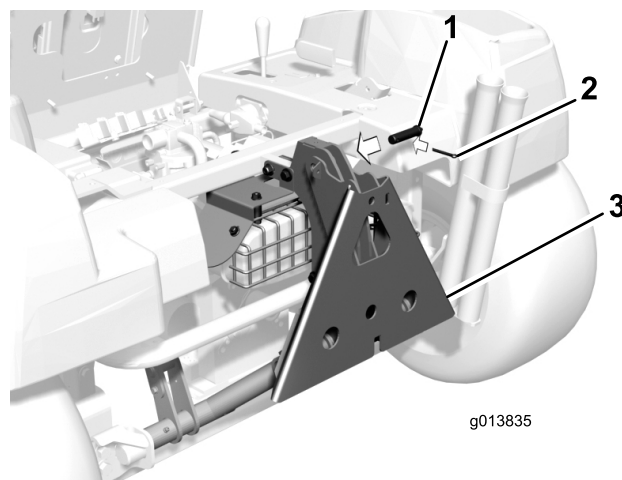

Figura 11
15. Gire la pletina QAS hacia arriba y sujétela a la chapa del rodillo con el pasador y la chaveta (Figura 11).